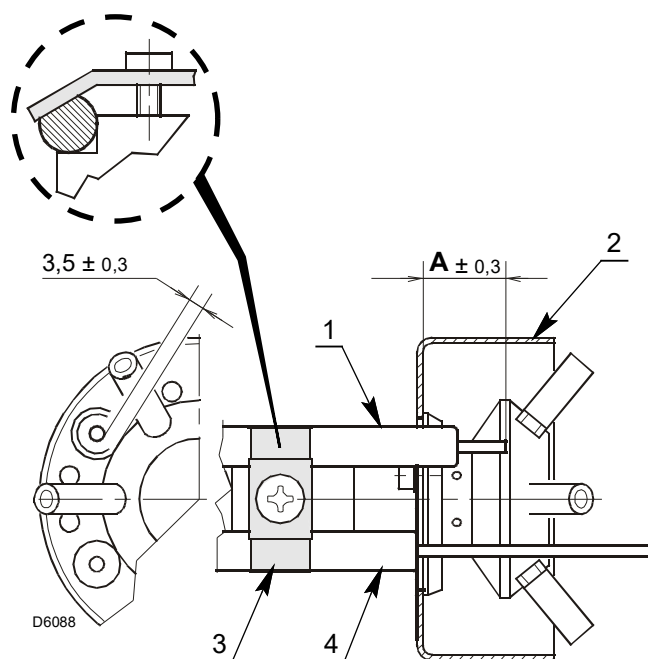

Fig. 15
- Assicurarsi che la piastrina 3)(Fig. 15) sia sempre inserita nella spianatura dell'elettrodo 1).